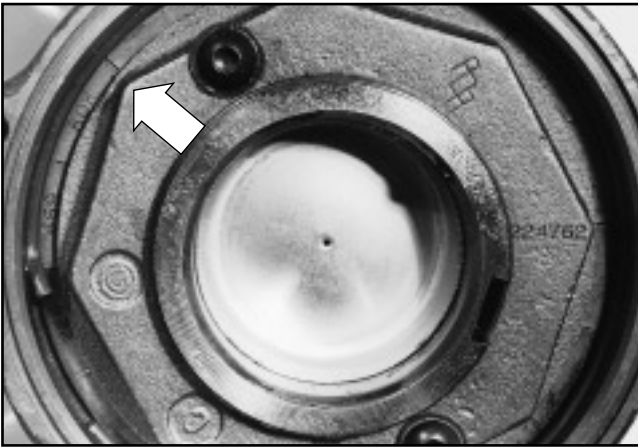

FIG. 10
3.16.3 Staccare la chiave per dadi di mozzo. Ruotare il dado in SENSO ORARIO (ossia per 'stringerlo'), fino a quando gli spigoli del dado non risultano allineati rispetto al segno SUCCESSIVO più vicino sulla superficie della rondella di fermo (Fig. 10).